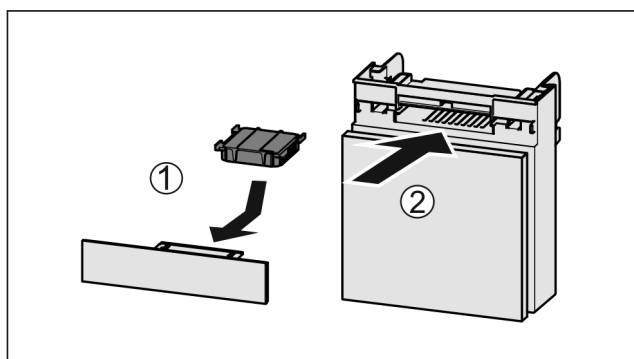

Fig. 132
- ▶ Inserire il vano Fig. 132 (2).